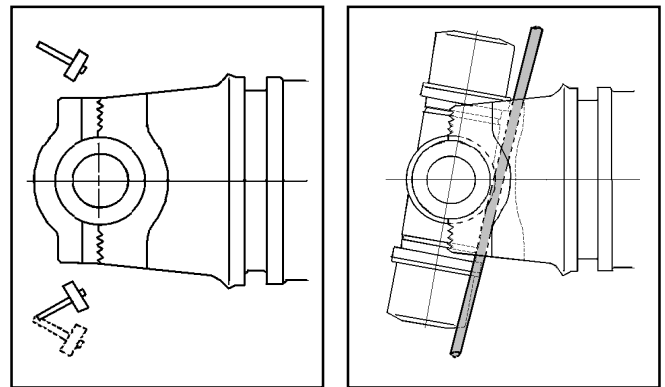

図8 クロスキット部の分解
(2) Nシリーズ、Jシリーズ、190シリーズ (図8)
- ① キャップボルトの回り止めと